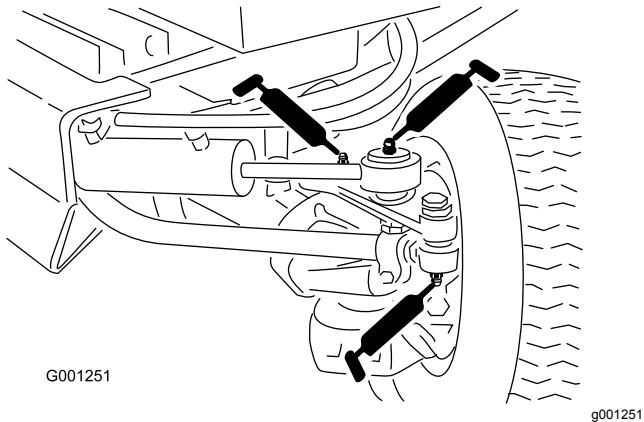

Figura 43
- Extremidades da barra de ligação (2) (Figura 43)
- Extremidades da barra do cilindro (2) (Figura 43)
- Articulações da direção (2) (Figura 43)
- Pino da articulação do eixo (Figura 43)